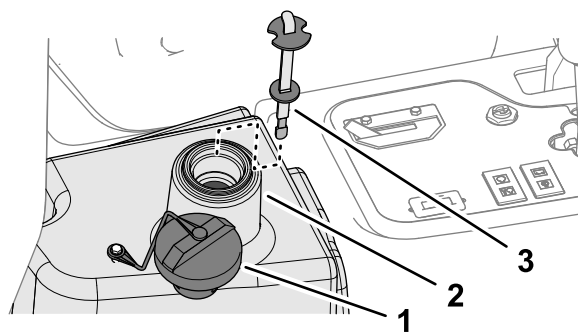

Figura 93
4. Riempite il serbatoio idraulico (Figura 93) con circa 22,7 litri di fluido idraulico; fate riferimento a Specifiche del fluido idraulico \(pagina 62\).